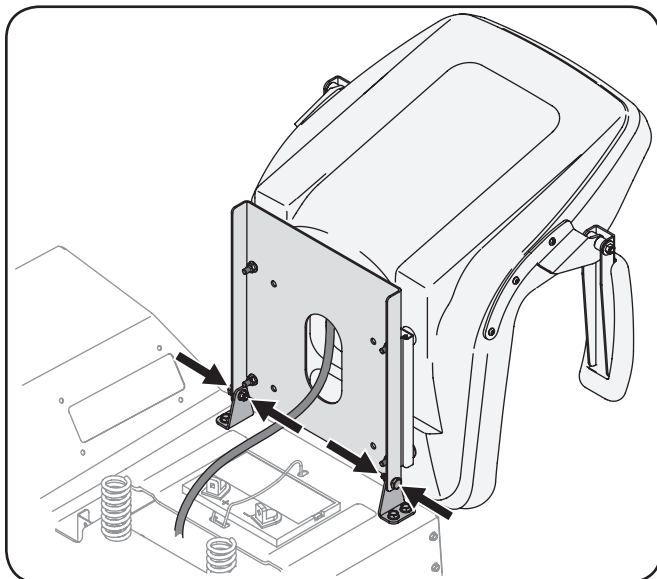

Figure 3-4
- Faites pivoter le siège en position et fixez-le en place à l'aide des boulons à épaulement et écrous freinés précédemment retirés. Faites attention à ne pas pincer ou endommager le faisceau de fils lors de la pose du siège. Consultez la figure 3-4.